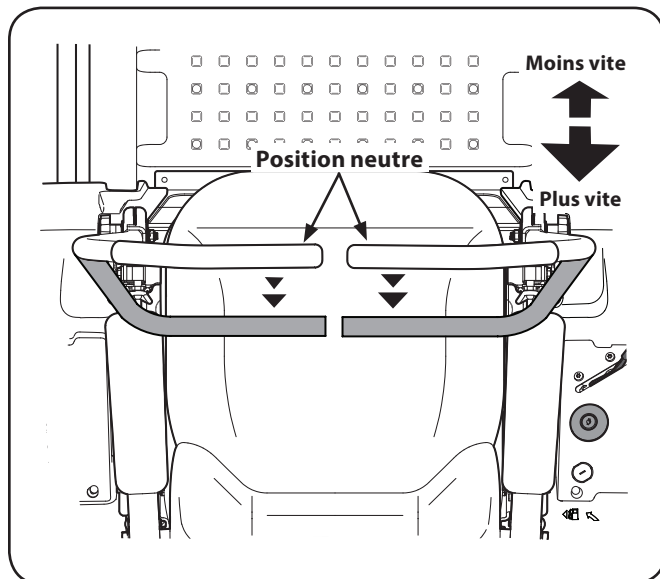

Figure 5-5
1. Poussez les barres de conduite lentement et graduellement vers l'arrière. L'appareil commencera à reculer. Voir Figure 5-5.